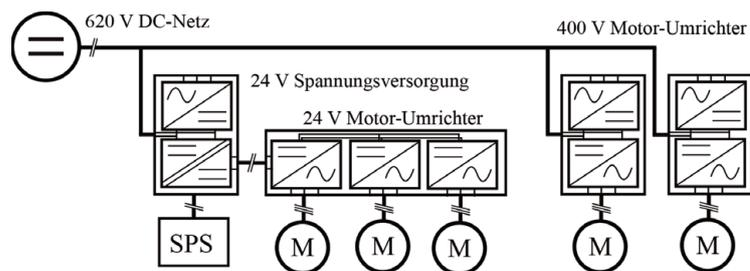

Abbildung 2: Blockschaltbild einer Anlage nach der Umrüstung auf den Betrieb mit DC-Spannung, ohne Austausch von Komponenten.
Abbildung 2 zeigt das System nach einer Umrüstung auf ein 620 V DC-Netz. Dieses wird direkt an die Zwischenkreise des Hilfsspannungsnetzteils und der Frequenzumrichter angeschlossen. Hierbei muss auf eine ausreichende Spannungsfestigkeit geachtet werden.
- **III:** DC-Netz mit Rückspeisung und galvanischer Trennung, wie Abb. 2